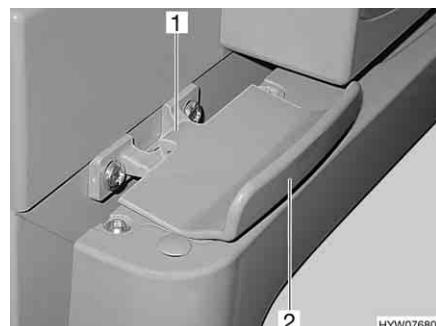

Fig. 104 Bloccaggio della porta del frigorifero, chiuso (Thetford)
- Aprire la porta del frigorifero tirando la maniglia (Fig. 104,2). Il bloccaggio (Fig. 104,1) si sblocca automaticamente.